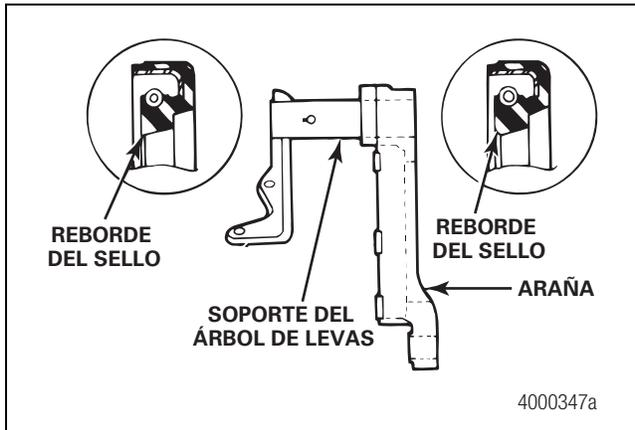

Figura 4.6
- **Si el freno tiene una araña estampada:** Instale ambos bujes en el soporte. Instale los sellos con el borde de éstos apuntando hacia el ajustador para asegurar que la grasa se purgue en el extremo del ajustador. Figura 4.6.